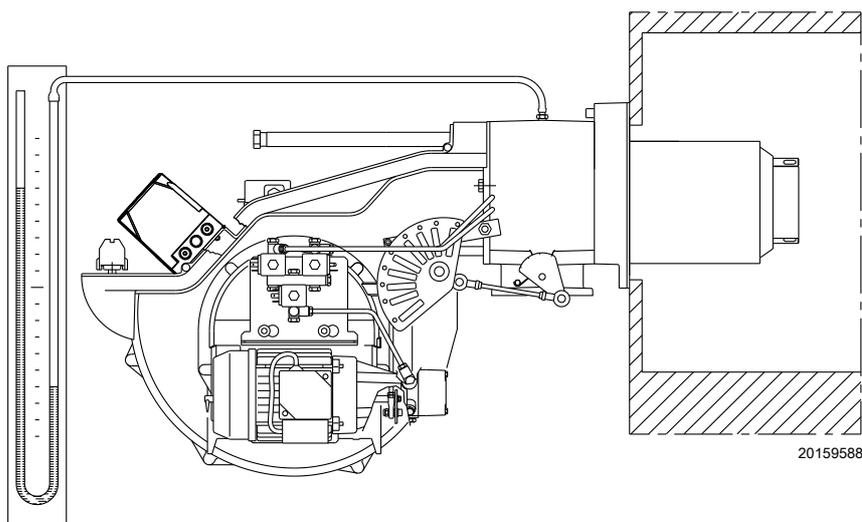

图 37
- 安装一个 U 型压力计或差压计 (图 37)，插座的 (+) 端为管路接口的燃气压力，(-) 端在炉腔内。
燃气到达管路接口处时会显示在 U 型压力表 (图 37) 上。
参考数值一般可在表 L 第 28 页中查到；在压力表上读出燃气压力(见图 37 第 33 页)并按所示进行操作。